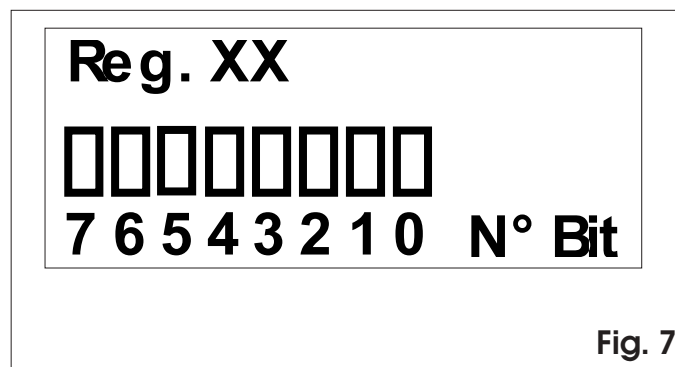

Fig. 7
- Inserire il valore decimale oppure, se si deve modificare un singolo bit, premere  per selezionare la modifica del valore binario e  oppure  per selezionare il bit come da Fig. 7 e modificare il valore. Con il carattere X sono indicati i bit il cui valore dipende da altre impostazioni e che non devono essere modificati.